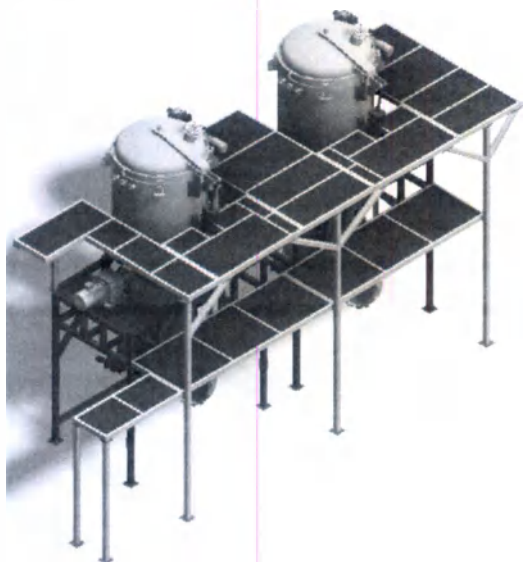

Рисунок 15
- ◆ Соберите лестничную площадку и её опоры, соедините и зафиксируйте её к нижней части платформы и её опорам болтами и затяните их. (Рис. 15)